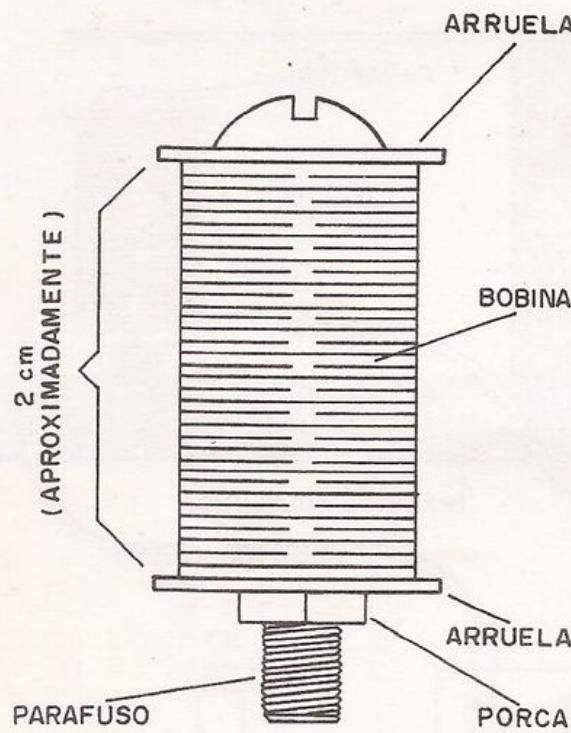

figura 4
a) Enrole um carretel formado por um parafuso com duas aruelas, conforme mostra a figura 4, o máximo de voltas de fio esmaltado fino que conseguir.
Se precisar emendar o fio, faça como mostra a figura 4, raspe o local e use ou um fósforo para fundir o ponto da junção ou então solde: não faça muitas emendas, pois isso pode dar origem a curto-